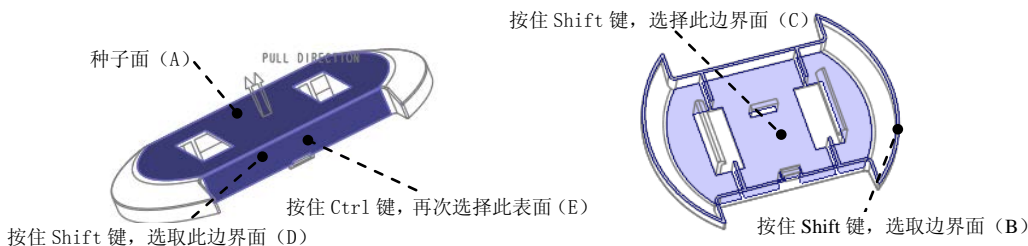

图 27.13 定义种子面和边界面
(1) 采用“种子面与边界面”的方法选取所需要的曲面。用户分别选取种子面和边界面后，系统则会自动选取从种子曲面开始向四周延伸直到边界曲面的所有曲面（其中包括种子曲面，但不包括边界曲面）。在屏幕右下方的“智能选取栏”中选择“几何”选项。
(2) 下面先选取“种子面”，操作方法如下：选择 **视图** 功能选项卡 **模型显示** 区域中的“显示样式”按钮, 按下  **消隐** 按钮，将模型的显示状态切换到实线线框显示方式，将模型调整到图 27.13 所示的视图方位，将鼠标指针移至模型中的目标位置，选取图 27.13 中的模型的表面，该表面就是所要选择的“种子面”。
(3) 选取“边界面”，操作方法如下：按住 **Shift** 键，选取图 27.13 中的模型的一圈端部表面 (B) 为边界面，按住 **Shift** 键，选取图 27.13 中的模型的内表面 (C) 为边界面，按住 **Shift** 键，选取图 27.13 中的模型表面 (D) 为边界面。
(4) 按住 **Ctrl** 键，再次选取图 27.13 中的模型表面 (E) 为边界面。
(5) 单击 **模具** 功能选项卡 **操作** 区域中的“复制”按钮。
(6) 单击 **模具** 功能选项卡 **操作** 区域中的“粘贴”按钮。系统弹出“曲面：复制”操控板。
(7) 填补复制曲面上的破孔。在操控板中单击 **选项** 按钮，在“选项”界面选中 **排除曲面并填充孔** 单选项，在 **填充孔/曲面** 区域中单击“单击此处添加项”，在系统的提示下，再次选取图 27.13 中种子面的曲面。
(8) 在“曲面：复制”操控板中单击 **✓** 按钮。